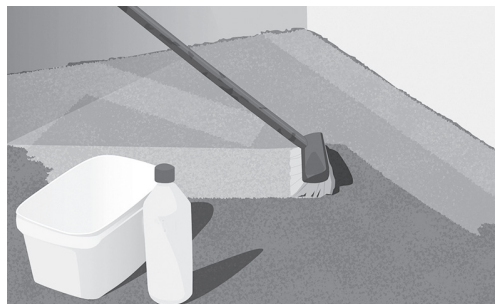

Fig. 4. Rengjør gulvet og påfør grunning
7. Påfør gulvet en egnet grunning (Fig. 4).